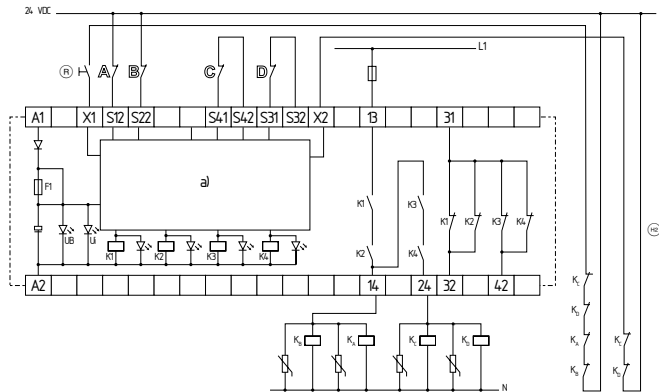

Fig. 2: SRB202CS, 202CS/T
L'exemple reprend une commande à deux canaux d'un circuit d'arrêt d'urgence avec deux contacts A et B et d'une surveillance de porte avec les deux contacts C et D, dont au moins un à manoeuvre positive d'ouverture; avec interrupteur de réarmement externe (R) (pour niveau de déclenchement 1) (Fig. 2)
- (R) = Boucle de retour